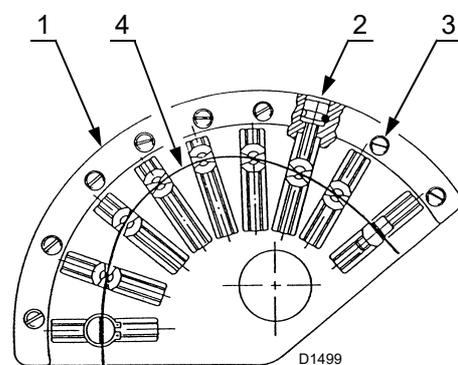

Abb. 34
die Einstellschrauben 2) (Abb. 34) betätigen, nachdem die Schrauben 3) gelockert wurden.
Die Gewinderegler 2) (Abb. 34) nach dem Lockern der Schrauben 3) betätigen.
### Legende (Abb. 34)
- Nehmen Sie die Einstellung des Luftdurchsatzes mittels Regelung des Nockens mit variablem Profil durch Drehen an den Schrauben 2)(Abb. 34) vor.
- Vergessen Sie nach Erzielung der optimalen Einstellung nicht, die Stellschrauben der Nockenprofile mit den Schrauben 3)(Abb. 34) festzuziehen.